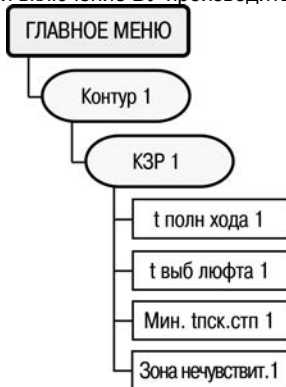

Рисунок 6.16
6.12.31 Для задания параметров КЗР теплообменника контура 1 служит пункт меню //Контур 1/КЗР 1 (рисунок 6.16).